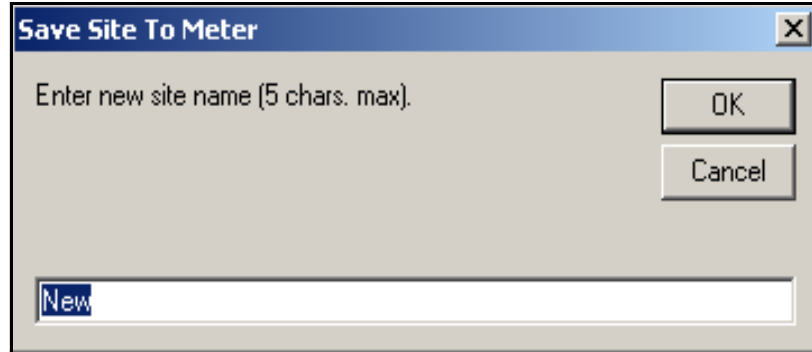

Рис. 53: Окно ввода названия файла
2. Откроется окно, аналогичное изображенному на *Рис. 53* внизу. Введите нужное имя и нажмите [OK].